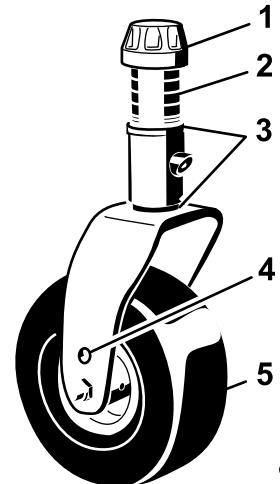

Figura 23
- Coloque os eixos da roda giratória nos mesmos orifícios em todas as forquilhas da roda giratória (Figura 23 e Figura 25).
- Retire a tampa de tensionamento do eixo rosco e desloque o fuso para fora do braço da roda giratória (Figura 23).